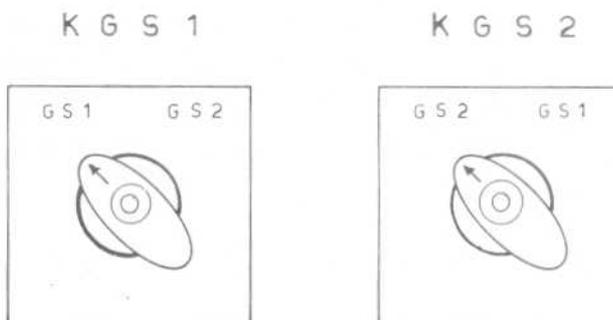

Fig. 17.
3.5.4. COMMUTAZIONE DEI CARICHI (FIG. 17)